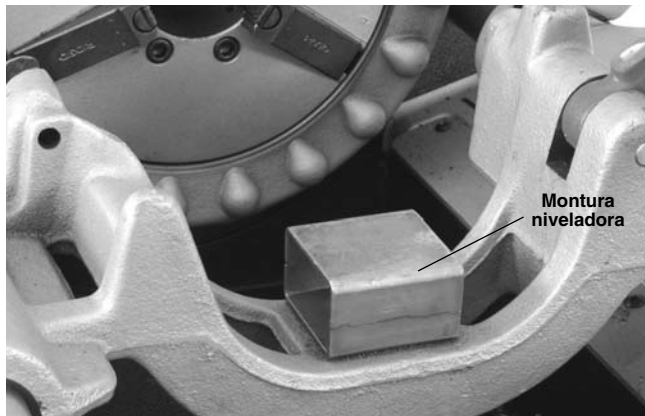

Figura 16 – Montura en el carro 535
2. Si está usando una máquina 535M con el carro de espacio libre alto, coloque la montura niveladora sobre el carro como se muestra en la Figura 16.
- Coloque la montura niveladora sobre el carro como se muestra en la Figura 16.